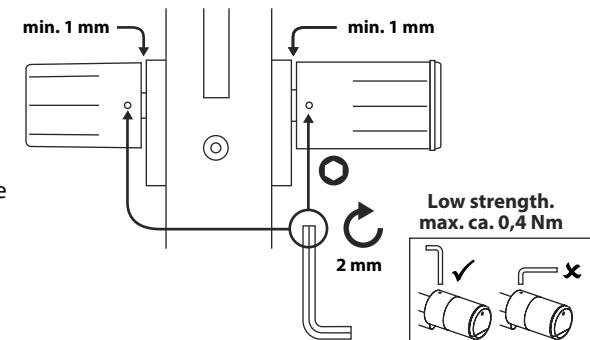

Fig. 6
- ⑥** Revissez les goujons filetés dans les deux boutons (Fig. 6).